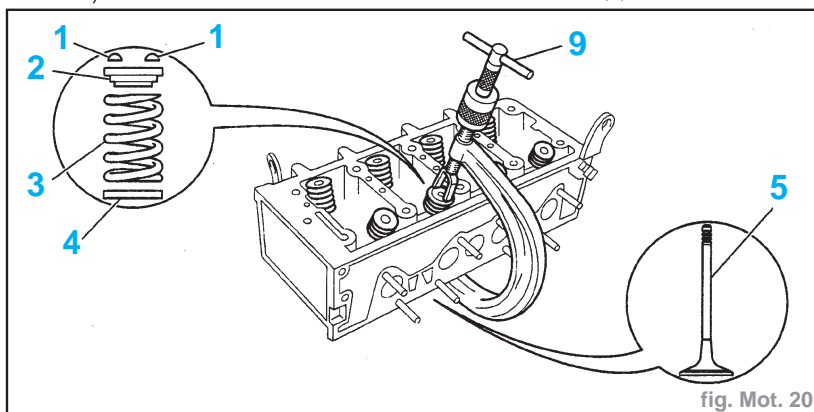

fig. Mot. 20
- Déposer les 8 soupapes en utilisant l'outil (9) (Facom V43LA+V43LA16A) (fig. Mot. 20) :
- Reposer, à l'aide de l'outil (9) (fig. Mot. 20) :
- les soupapes (5)
- les rondelles d'appui (4)
- les ressorts (3)
- la coupelle (2)
- les demi-lunes (1)